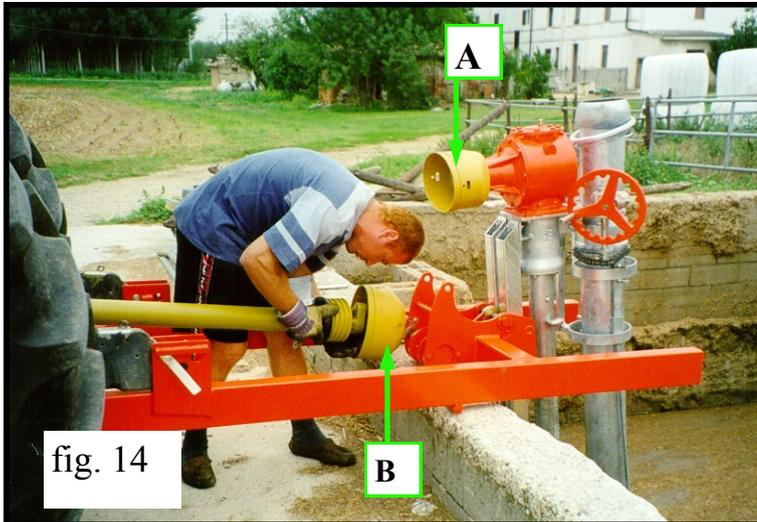

fig. 14
- Disinserire l'albero cardanico dal lato gruppo pompa (par. A fig.14) e inserirlo al posto della leva del verricello (par. B fig. 14). (NO PER VERSIONI CON VERRICELLO IDRAULICO);